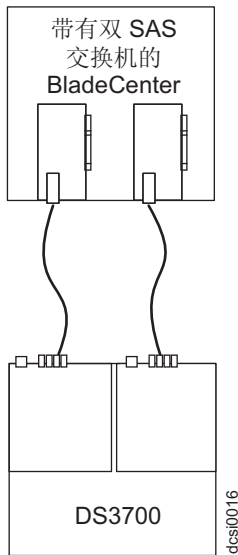

图 42. 连接到单个 BladeCenter 单元的 DCS3700 的示例
2. 要创建冗余主机连接，请从第二个 SAS 连接模块将 SAS 电缆连接到 DCS3700 中另一个控制器上的主机接口。在双控制器 DCS3700 中，最多只可创建两个冗余主机连接：从 BladeCenter 到 DCS3700 控制器主机端口各一个连接，如图 42 中所示。